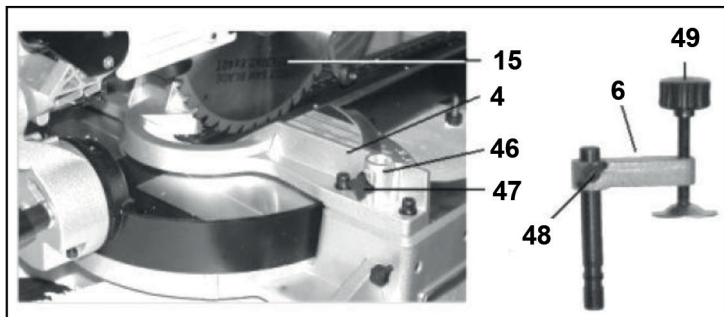

Рис. 11
Вертикальний зачіск (6) устальюється на обмежувальник (4) у одну з двох спеціальних адулін (46) (Рис. 11) справа або зліва від пили (15) (Рис. 1).